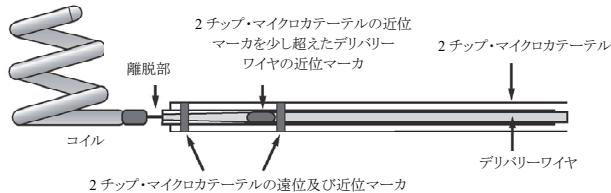

図2: コイルと2チップ・マイクロカテーテルの適切なアライメント
コイルの離脱を行う前に、デリバリーワイヤのアライメントマーカ全体が2チップ・マイクロカテーテルの近位マーカ全体と交差し、図2のように整列するようコイルを留置する。デリバリーワイヤマーカの近位端が2チップ・マイクロカテーテルの手元部マーカの遠位端を越えていない場合は、コイルの離脱部が2チップ・マイクロカテーテルチップの十分外側になく、適切に離脱するための導電性が十分にないことがある。
- デリバリーワイヤとマイクロカテーテルマーカが適切に整列していない。適切なアライメントについては図 2 を参照